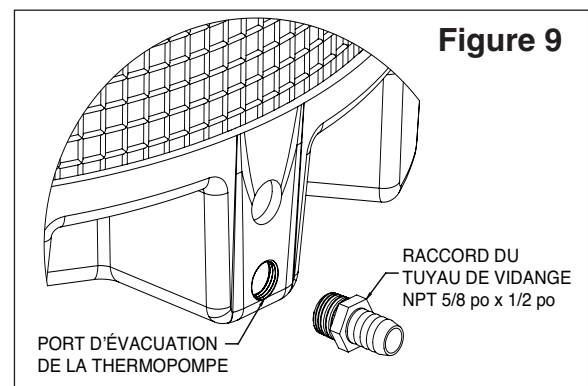

Figure 9
1. Visser le raccord cannelé dans la sortie de vidange filetée située à la base du chauffe-piscine. Voir **Figure 9**.